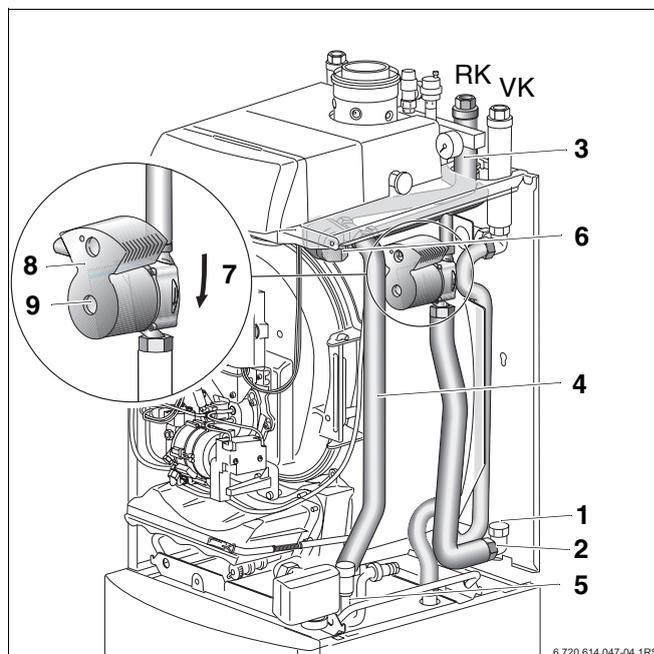

Bild 13 Rücklaufrohrgruppe mit 3-Wege-Ventil montieren
- Kappe (Bild 13, **Pos. 1**) an Rücklauf-Winkelverteiler (Bild 13, **Pos. 2**) seitlich abschrauben und oben wieder anschrauben.
- Zum einfacheren Montieren des Speicherrücklaufrohrs (Bild 13, **Pos. 4**) an den Speicherrücklauf, sollten Sie den Siphon demontieren.
- Speicherrücklaufrohr (Bild 13, **Pos. 4**) unten mit Dichtung $\varnothing 17 \times 24 \times 2$ an den Speicherrücklauf (Bild 13, **Pos. 5**) anschrauben.
- Rücklaufrohr (Heizkreis; Bild 13, **Pos. 3**) am Rohrhalter befestigen.